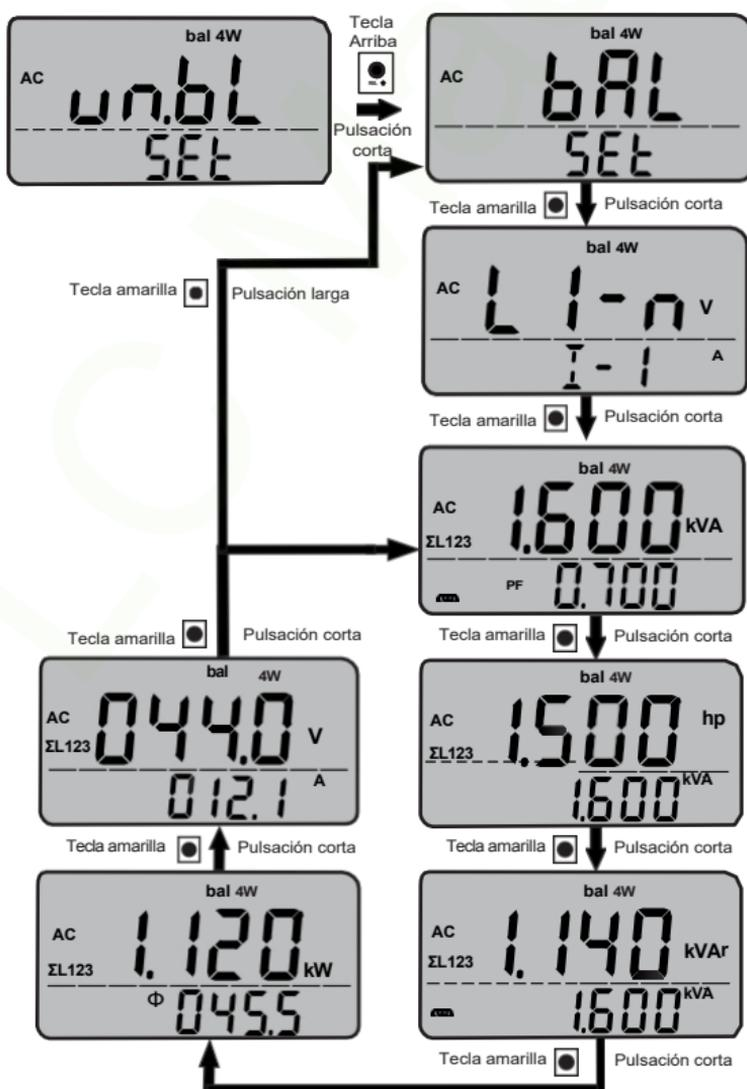

Fig 11.2.2 Medición de potencia Carga equilibrada trifásica a 4 hilos
- 5) Los datos medidos incluyen potencia activa, reactiva, aparente, factor de potencia, ángulo de fase, potencia en caballos, tensión y corriente. Todos estos parámetros se miden sólo para el sistema ($\Sigma L123$). Si pulsamos la tecla de función (amarilla), podremos desplazarnos por todos los parámetros medidos uno a uno. Consulte la Fig. 11.2.2.